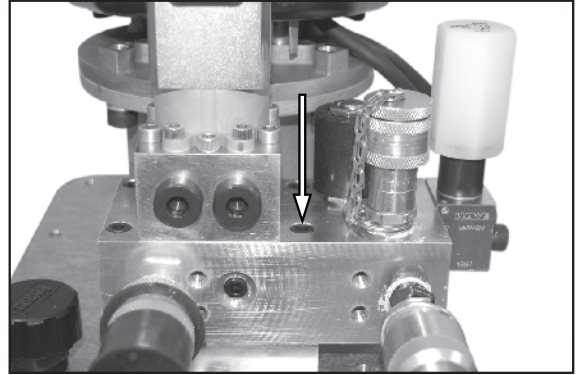

Figura 61.
4. Veja a Figura 61. Remova os quatro parafusos do conjunto do coletor e remova o conjunto do coletor.